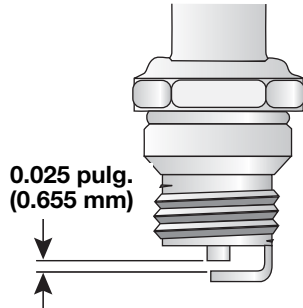

Figure 42
3. Cambie toda bujía partida, inundada o sucia. Fije la separación de aire a **0.025 pulgadas (0.655 mm)** utilizando un calibre (Fig. 42).